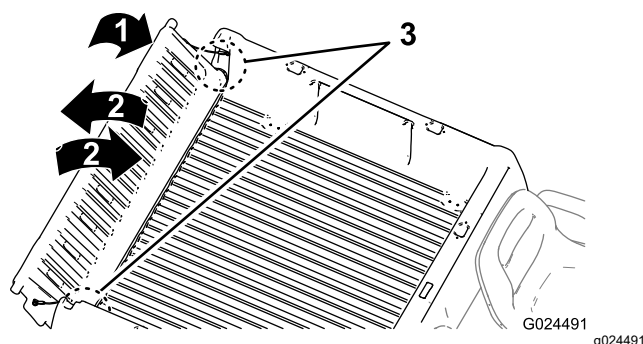

Figure 16
2. Inclinez le hayon à environ 45° (Figure 16).
3. Agitez légèrement le hayon pour le faire pivoter d'avant en arrière plusieurs fois (Figure 16).